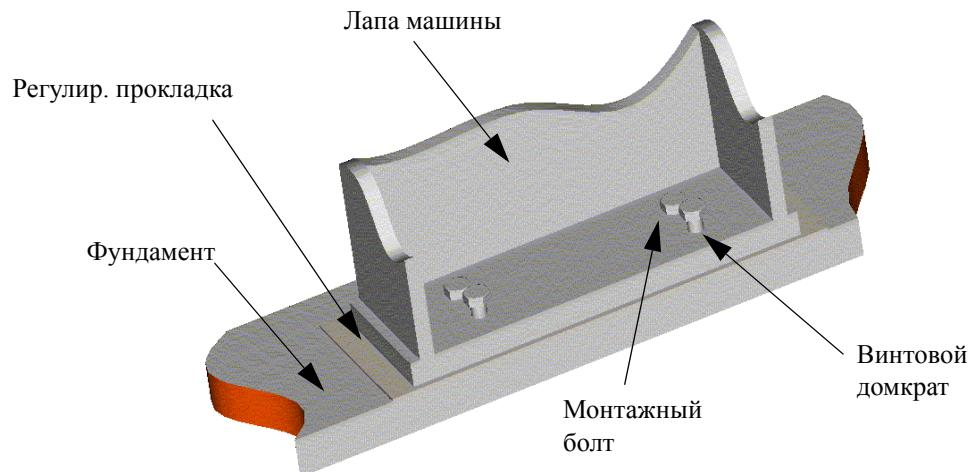

Рисунок 3-3 Вертикальное положение лапы машины
Для облегчения выравнивания и установки регулировочных прокладок, винтовые домкраты установлены в лапе машины, см. Рисунок 3-3 *Вертикальное положение лапы машины*. Машина остается стоять на винтовых домкратах. Следует отметить, что машина должна стоять на всех четырех лапах (домкратах) на ровной параллели в пределах 0.1 мм (4.0 мили) или лучше. Если показатели не соответствуют, корпус машины может искривиться или изогнуться, что может привести к повреждению подшипника или другим неисправностям.
5. Вертикальное выравнивание производится подкручиванием винтовых домкратов или подъемом гидравлических домкратов. Для упрощения вертикальной регулировки винтовые домкраты устанавливаются в лапах горизонтально установленной машины, см. *Рисунок 3-3 Вертикальное положение лапы машины*. На точность регулировки выравнивания машины иногда влияет тепловое расширение корпуса, см. *главе 3.6.4 Корректировка теплового расширения*